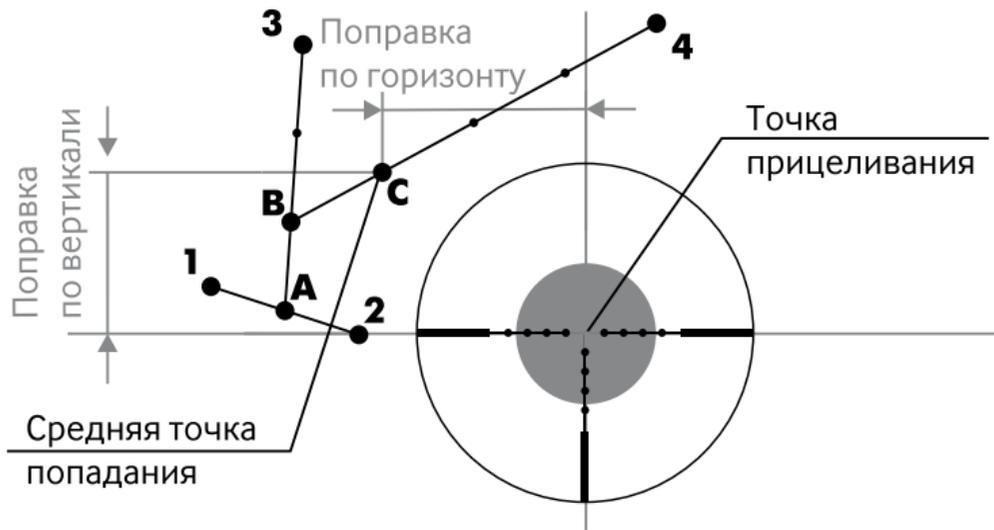

Рисунок 12
- соедините прямой линией две ближайшие друг к другу пробоины (1, 2 рисунок 12);
- разделите полученный отрезок пополам и из этой точки А проведите прямую к третьей пробоине (3);
- разделите полученный отрезок на три равные части и из точки В, ближайшей к точке А, проведите прямую к четвертой пробоине (4);